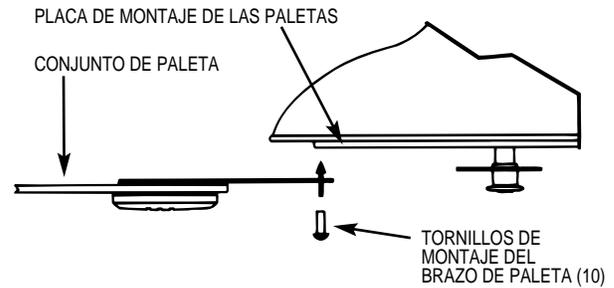

FIGURA 8B
C. Monte cada conjunto de paleta en la placa de montaje de las paletas en la parte inferior del ventilador usando (2) tornillos phillips de cabeza redonda #10-32 x 1/2" de largo con arandelas de presión. Vea la Figura 8B. Apriete bien los tornillos de montaje.
NOTA: Después de instalar todas las paletas, inspeccione los (10) tornillos de montaje de los brazos de las paletas que fijan los brazos al motor. Asegúrese que estén bien apretados. Vea la Figura 8B.